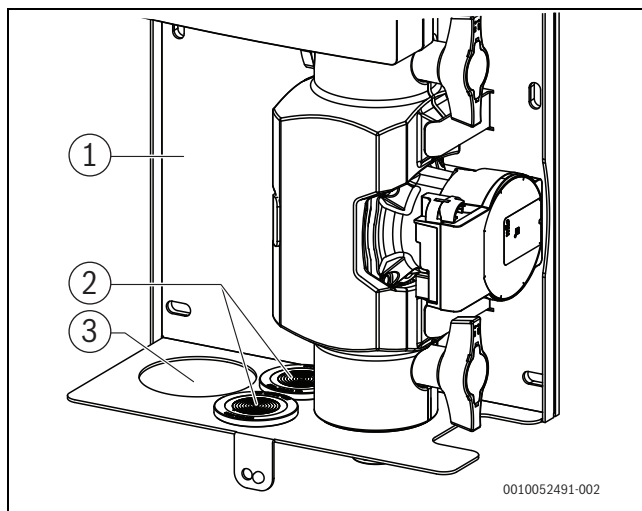
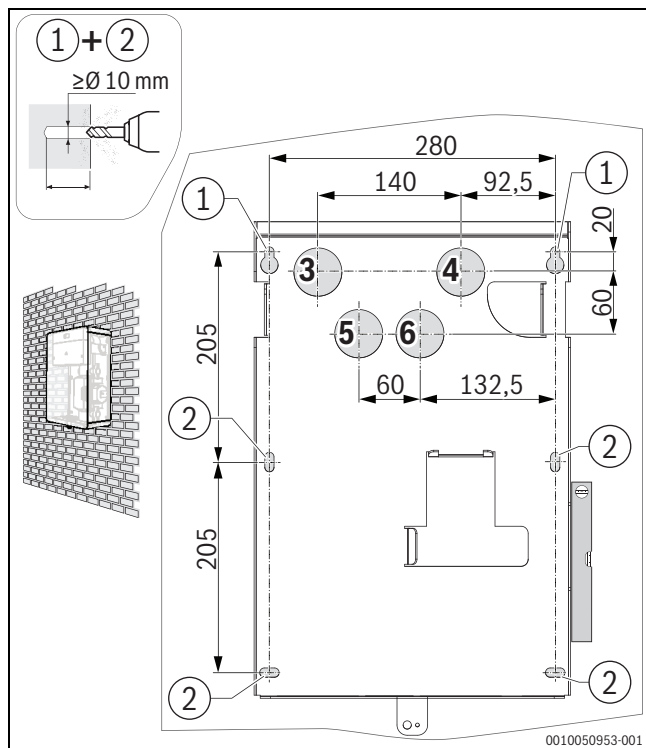

Fig. 14 Passage des câbles et conduites à travers la tôle de fond
Fig. 15 Plan de perçage pour l'option 1
Avant de monter le support mural (→ Fig. 14), il convient de réaliser, selon l'option 1 ou 2 choisie, les trous de fixation et les percements correspondants pour les conduites hydrauliques et les câbles électriques sur le mur, comme décrit ci-dessous (→ Fig. 15 et 16).
Les câbles électriques peuvent, au choix, être passés à l'arrière à travers le mur ou vers le bas à travers la tôle de fond (→ Fig. 14 et 15).
- Percer les trous dans le mur selon le plan de perçage (→Fig. 15).
Les câbles électriques peuvent, au choix, être passés à travers le mur ou vers le bas à travers la tôle de fond (→fig. 14 et 16).